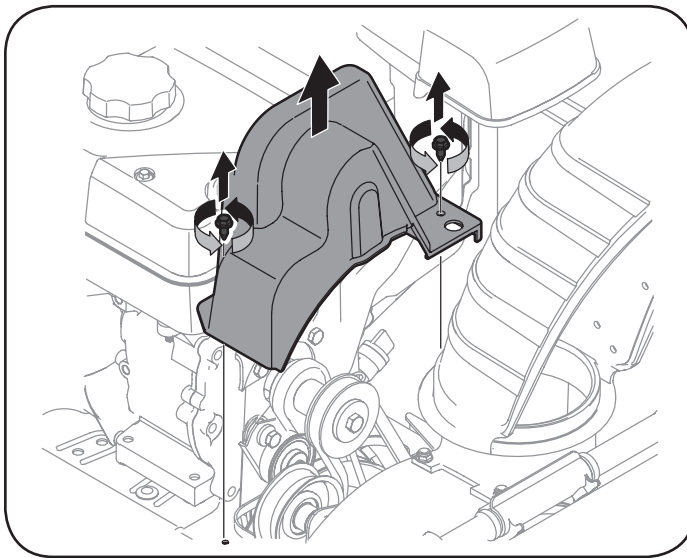

Figura 25
2. Saque la cubierta plástica de la correa ubicada en el frente del motor retirando los dos tornillos autorroscantes. Vea la Figura 25.